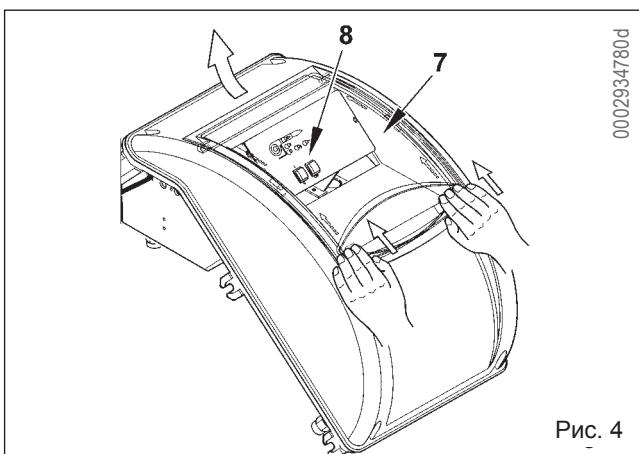

Рис. 4
- 4) Для закрытия крышки электрического щита, заверните четыре винта (1) моментом затяжки, равным приблизительно 5 Нм, для обеспечения хорошего уплотнения. Для получения доступа к приборному щитку (8) отцепите прозрачное окошко (7) легким надавливанием руки в направлении стрелок, как показано на рис. 4. Подождите, пока окошко слегка не продвинется, а после этого снимите его с крышки.
- 5) Для правильного расположения прозрачного окошка на щите поступайте на основании указаний, данных на рисунке 5. Поместите крюки в соответствующие гнёзда (9) и продвигайте окошко в направлении, указанном стрелкой, до тех пор, пока не услышите легкий щелчок. Теперь должное уплотнение гарантировано.